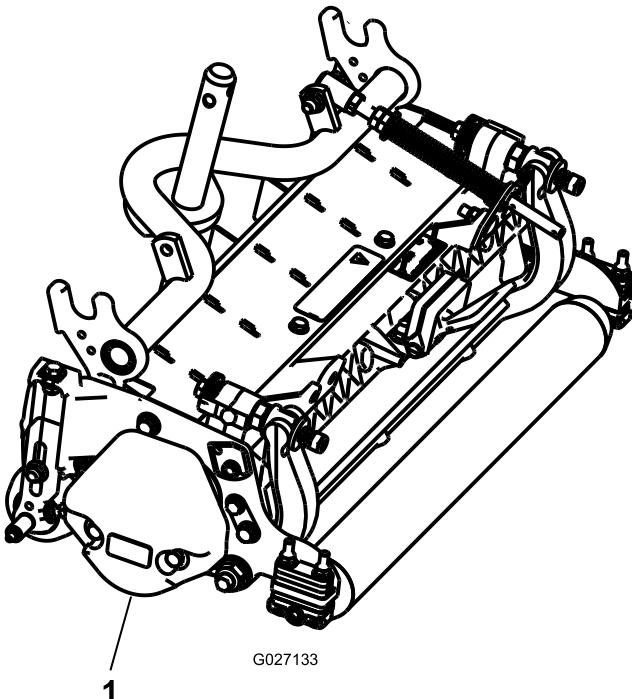

Рисунок 3
3. Убедитесь в том, что противовес (Рисунок 3) установлен с соответствующим концом режущего блока, как описано в *Руководстве по установке* комплекта противовеса.